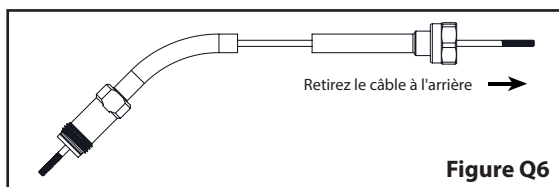

Figure Q6
8. Retirez le câble en acier inoxydable en le tirant lentement par l'extrémité arrière de la rallonge. **(Voir la figure Q6)** L'extrémité fileté du câble au niveau de la buse est courte et passe facilement à travers la courbe de la rallonge. L'extrémité du câble au niveau de la soupape est trop longue et ne passe pas dans la courbe. Remplacez le câble s'il est usé ou endommagé.